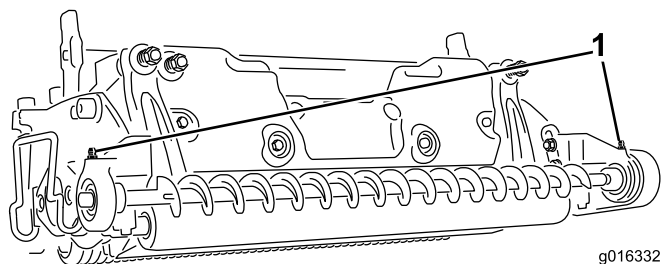

Figura 13
16. Lubrifique a bocais de lubrificação do encaixe do rolamento com massa lubrificante nº 2 para utilizações gerais à base de lítio; consulte a Figura 13.